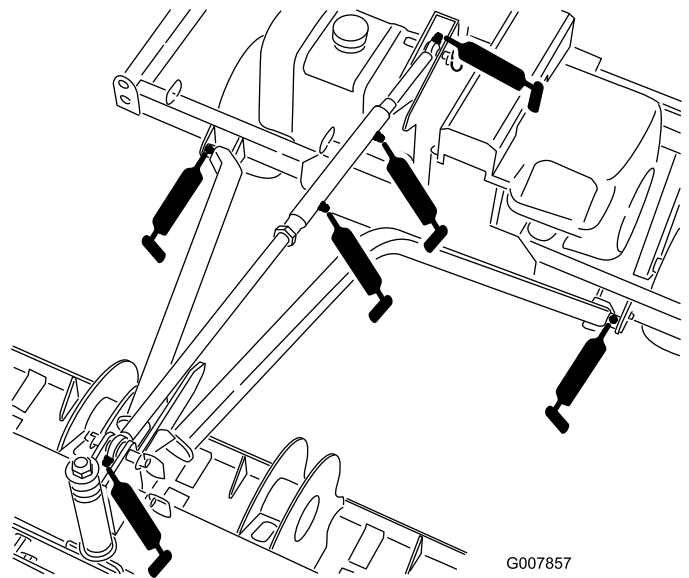

Bild 39
- Zugrahmen (2), siehe Bild 39